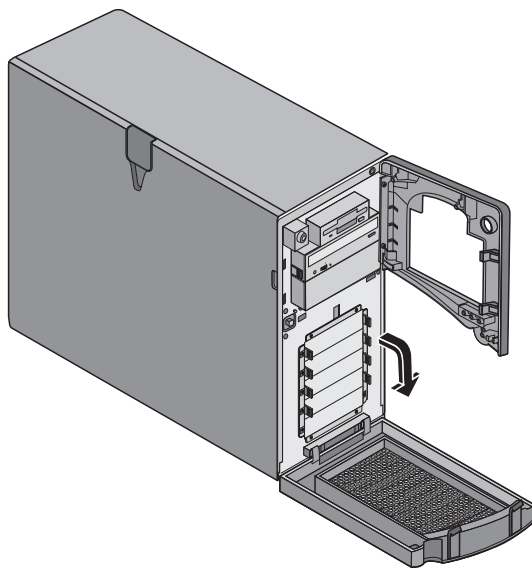

Figura 2-3. Frontalino inferiore (aperto)
- Le unità disco rigido SCSI sono accessibili dal frontalino inferiore. Fare riferimento alla figura 2-3.
3. Premere le due linguette nella parte superiore del frontalino inferiore, tirare il frontalino in avanti e abbassare lo sportello. Fare riferimento alla figura 2-3.